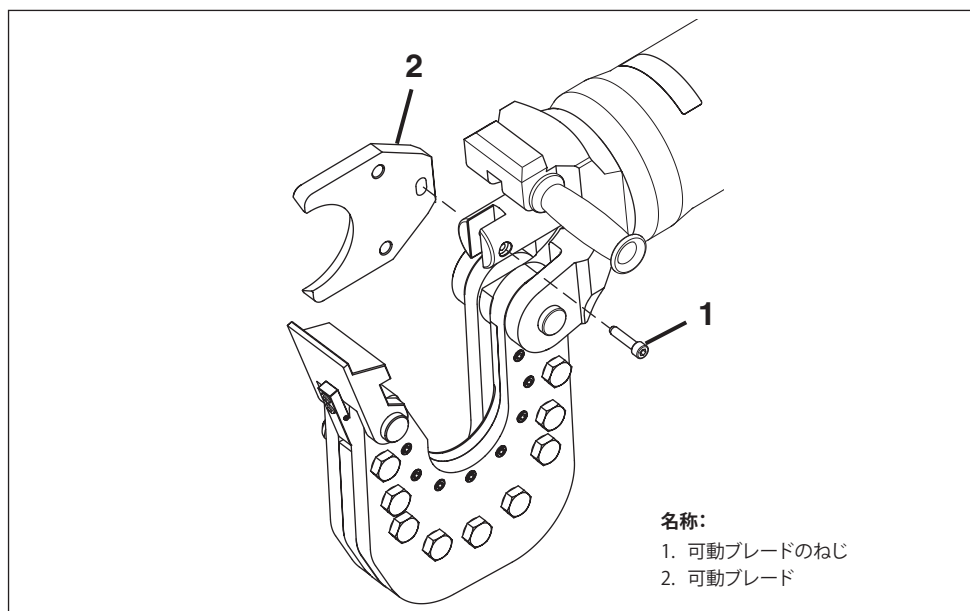

図13:可動ブレードの交換(この図はモデルEWCH90, EWCH140も同様)
5. 可動ブレードのねじ (図13、項目1) を緩めて取り外します。
6. 摩耗した可動ブレード(図13、項目2)を取り外します。
7. 新品の可動ブレード(図13、項目2)をピストンに取り付けます。
8. 新品の可動ブレードのねじ(図13、項目1)を取り付けます。18 ft-lb [25 Nm] のトルクをかけます。Loctite 243または同等品を塗布します。